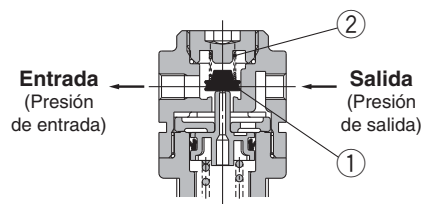

Figura 2
Cuando la presión de entrada supera la presión de regulación, la válvula antirretorno funciona como un regulador normal (figura 1). Cuando la presión de entrada (P_1) se cierra y se descarga, toda presión aplicada a la válvula ① se perderá. La fuerza de la válvula de asiento ① se debe sólo al muelle de la válvula ②. Cuando la válvula ① se abre mediante la fuerza de salida, la presión de salida se evacua en el lado de entrada. (figura 2)